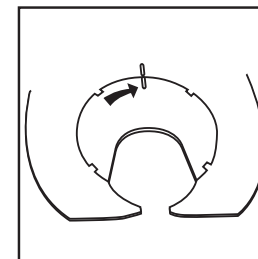

Fig. 8
3. Gire el disco hacia la derecha hasta que la barra indicadora quede alineada con la barra indicadora de la distribuidora. **Véase la Fig. 8.**
3. Faire pivoter le disque dans le sens horaire jusqu'à ce que la bande indicatrice du disque soit alignée avec la bande indicatrice de la boîte distributrice. **Voir fig. 8.**